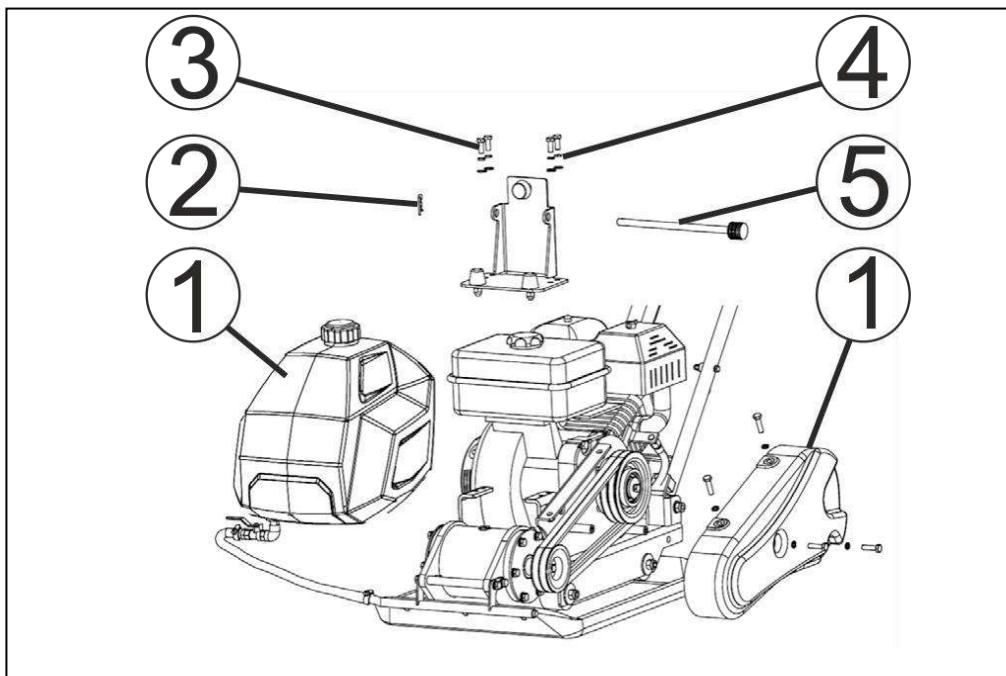

Рис. 23. Частичный разбор для обслуживания ремней.
- извлечь шплинт (2), вытянуть шток (5), снять бак (1) для воды и отложить его в сторону (Рис. 23);
- открутить болты (3) крепления кронштейна (4) и снять кронштейн (4) с рамы виброплиты;
2. Снять бак для воды и отложить его в сторону (Рис. 23).
(Рис. 23).